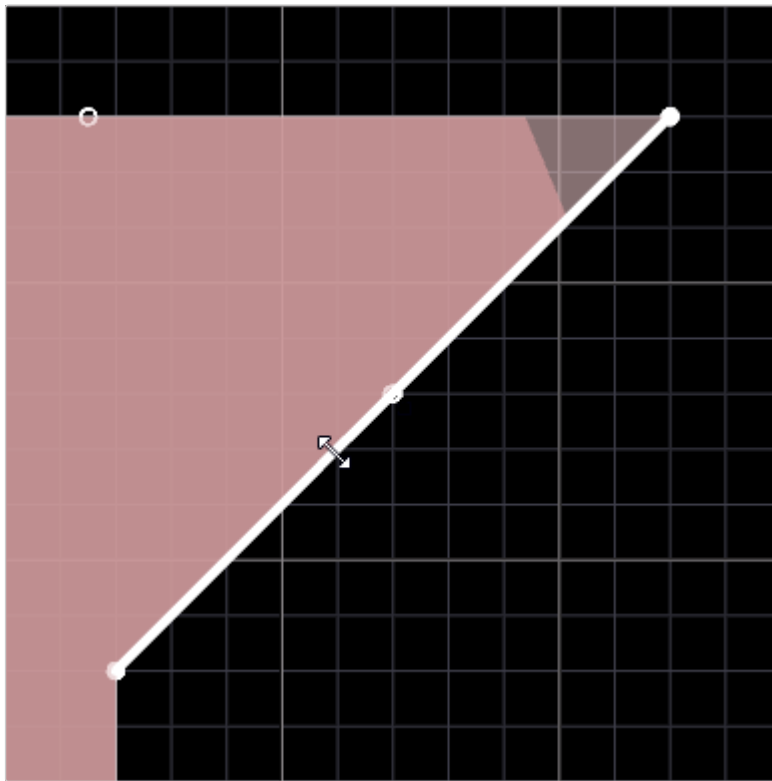

Рисунок 224. Изменение геометрии полигона при помощи ребра
- 2) Навести курсор мыши на один из маркеров трансформации либо на ребро объекта. При наведении курсора на маркер или ребро объекта они будут подсвечиваться, а вид курсора изменится (см. рисунок 224)